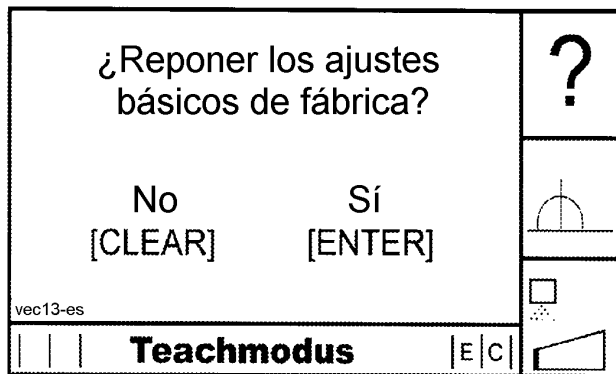

Fig. 3
Si se contesta "NEIN" (NO) (CLEAR) o si no se ha cambiado ninguna función de la pluma, aparecerá en el display el mensaje de la Fig. 3.